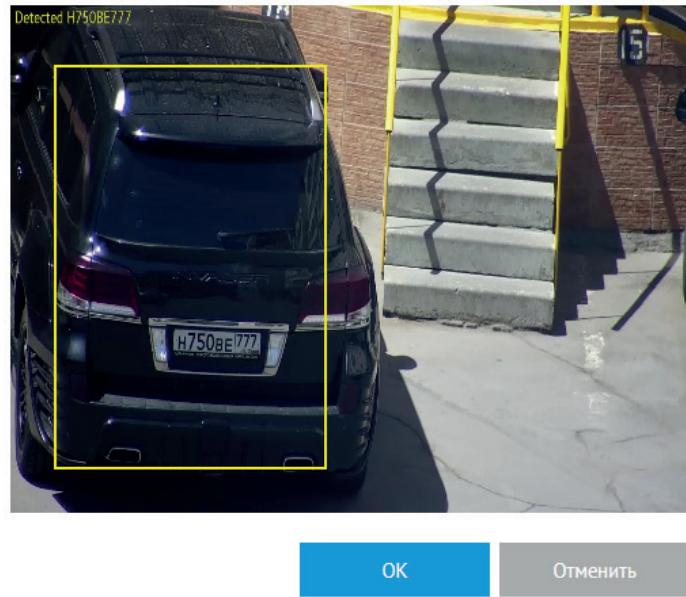

Рис. 15
**Область поиска (x,y,w,h)** определяет область, в которой будет производиться детектирование автомобильных номеров. Нажмите **Выбрать** и выделите нужную область в появившемся окне, рисунок 15. Нажмите **OK**, чтобы применить изменения.